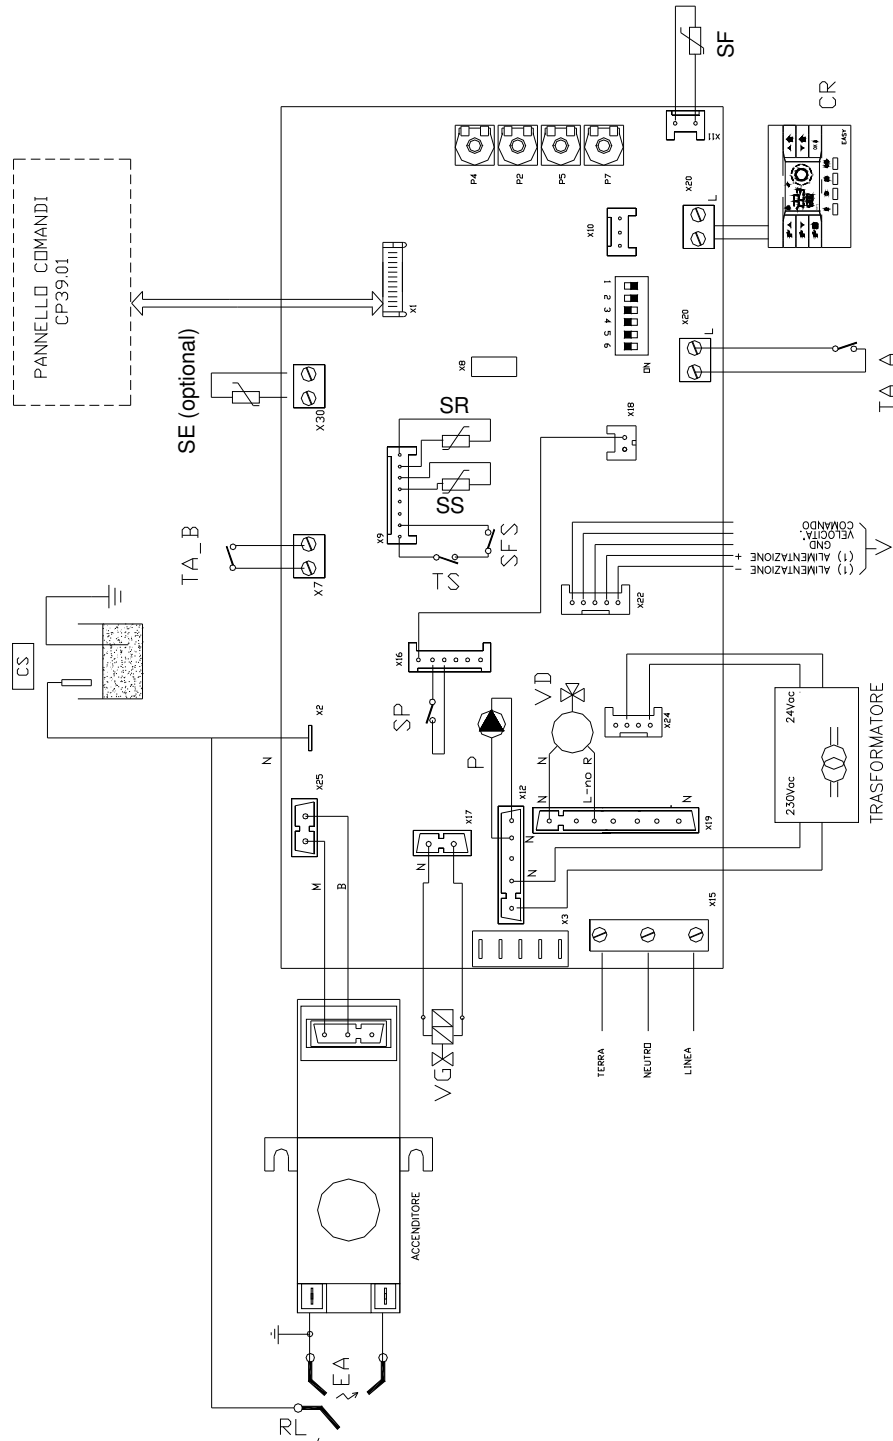

Fig. 4
- **Dip-switch:** nella scheda (vedere fig. 4) sono presenti 6 dip-switch il cui spostamento permette diverse opzioni di funzionamento che vengono sotto riportate:
Termostato Ambiente On/Off: effettuare il collegamento ai morsetti TA_A e/o TA_B della scheda (fig.4) verificando che non vi sia tensione ai capi dei fili provenienti dall'impianto (contatto pulito). Altre informazioni sul funzionamento del sistema alta/bassa temperatura sono inserite al capitolo 2.8
Sonda Esterna: è collegabile direttamente all'impianto elettrico della caldaia (morsetti SE fig. 4) e consente di adeguare automaticamente la temperatura massima di mandata all'impianto, al variare della temperatura esterna. Quando la si collega deve anche essere variata la posizione del Dip-Switch num. 3. Dalla posizione OFF lo si porta alla posizione ON.
La correlazione fra temperatura di mandata TM all'impianto e temperatura esterna TE è determinata dalla posizione del trimmer P7 presente in scheda (vedere fig.4) secondo le curve riportate al paragrafo 1.2. Per maggiore comodità è possibile anche agire sul potenziometro del riscaldamento, in questo modo si ha la possibilità di regolare $\pm 4^{\circ}\text{C}$ (vedere par. 1.2 per dettaglio funzione boost $+25^{\circ}\text{C}$) la temperatura di mandata mantenendo la pendenza della curva regolata sul trimmer P7.
Assicurarsi che i fili di collegamento che vanno dalla caldaia al CR siano privi di tensione (pena il danneggiamento della scheda elettronica della caldaia), e che **non sia presente il ponte tra i contatti TA_A e TA_B** (fig. 4) per i termostati ambiente.
Il comando remoto con impianti misti come sopra descritto deve essere opportunamente configurato in scheda elettronica. Ciò si attua impostando il “dip-switch num. 4” su ON (ved. Fig. 4 Pag. 12), consentendo il controllo della temperatura del sanitario e lo sblocco di caldaia (non più di cinque tentativi, dopo sarà necessario lo sblocco da caldaia) ma perdendo la funzione di cronotermostato che sarà attuata dai termostati di zona.